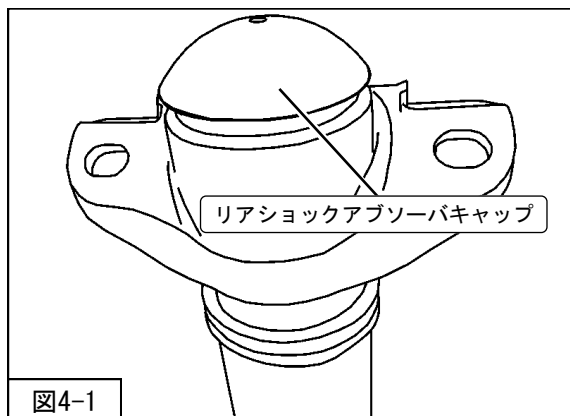

図4-1
リアショックアブソーバASSYからリアショックアブソーバキャップ（純正部品）を取外してください。（図4-1）
6. リアショックアブソーバキャップ(純正部品)を取付けてください。(図4-1)